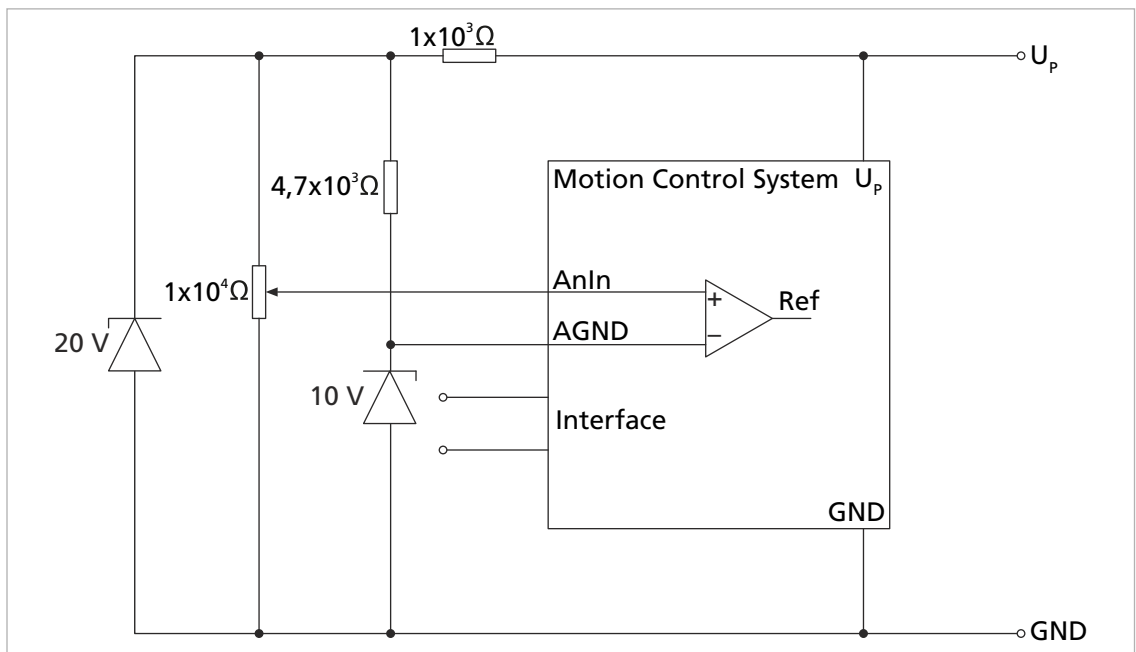

Abb. 10: Bipolare analoge Sollwertvorgabe über Potentiometer
b) Für ein Spannungssignal +/- 10 V muss das Potenzial an AGND so weit angehoben werden, dass kein negatives Potenzial an AnIn1 gegenüber GND anliegt. Beispiel: $0\text{ V} < \text{AnIn1} < 20$ (siehe Abb. 10).